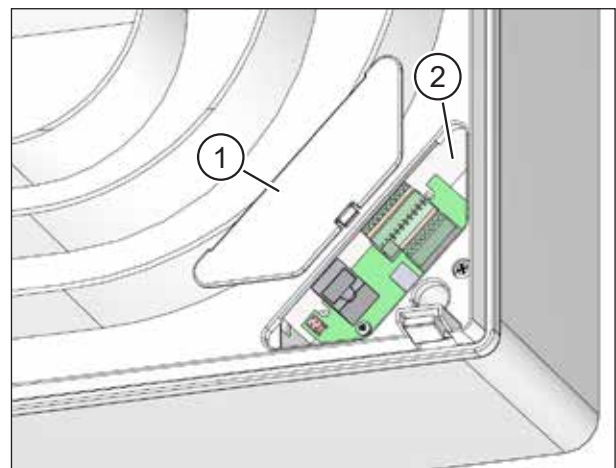

Abb. 23: Netzwerkdeckel aufsetzen
- ▶ Setzen Sie den Netzwerkdeckel (Pos. 1 in Abb. 23) auf die Öffnung (Pos. 2 in Abb. 23) und rasten Sie ihn ein.